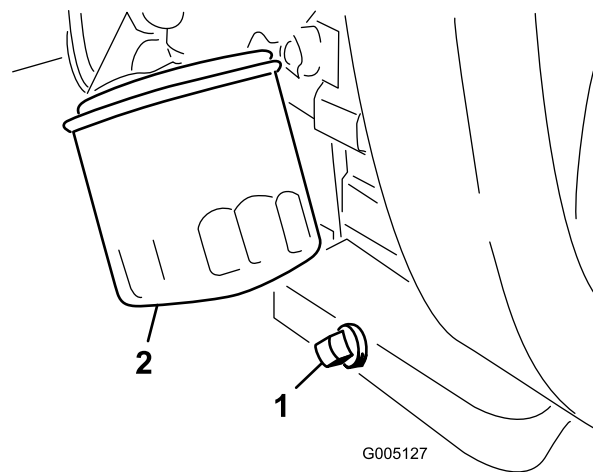

Figure 41
1. Retirez le bouchon de vidange (Figure 41) et laissez couler l'huile dans un bac de vidange.
2. Nettoyez le filetage du bouchon de vidange, enduisez-le de produit d'étanchéité au PTFE et remettez le bouchon en place (Figure 41).
3. Déposez le filtre à huile (Figure 41).